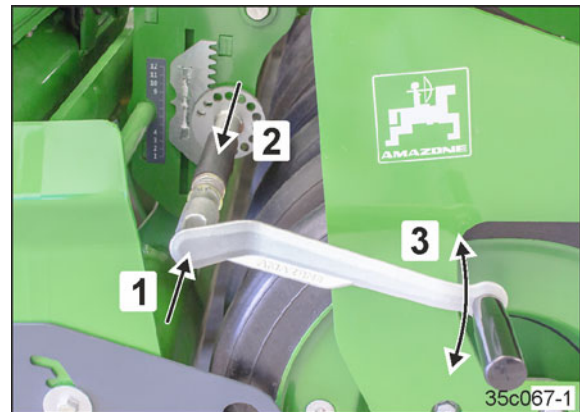

Рис. 126
1. Извлеките инструмент для техобслуживания из положения парковки (Рис. 60/1, см. стр. 80) и наденьте его на регулировочное устройство (Рис. 126/1).
Перед тем как снять блокировку, крепко возьмитесь за инструмент для техобслуживания (Рис. 126/3)!
2. Вращая инструмент для техобслуживания (Рис. 126/3), разгрузите и разблокируйте стопорное зацепление (Рис. 126/2).